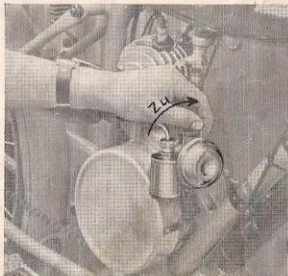

Abb. 1
1. Den Kraftstoffhahn öffnen, leicht auf den Schwimmerknopf tupfen, bis Kraftstoff überläuft, die Luftklappe durch Rechtsdrehen des Hebels an der Vergaserkappe (siehe Abbildung 1) schließen.